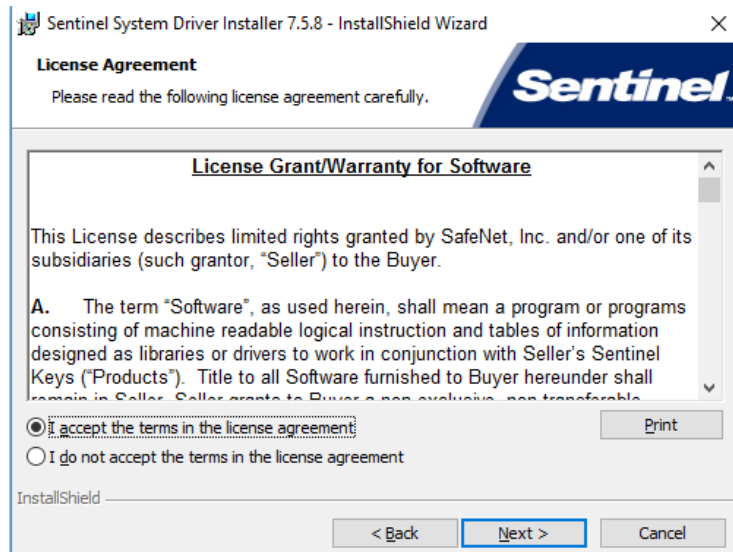

Figura 16. Contrato de licencia.
- ✓ Aceptar términos y siguiente ver figura 16.